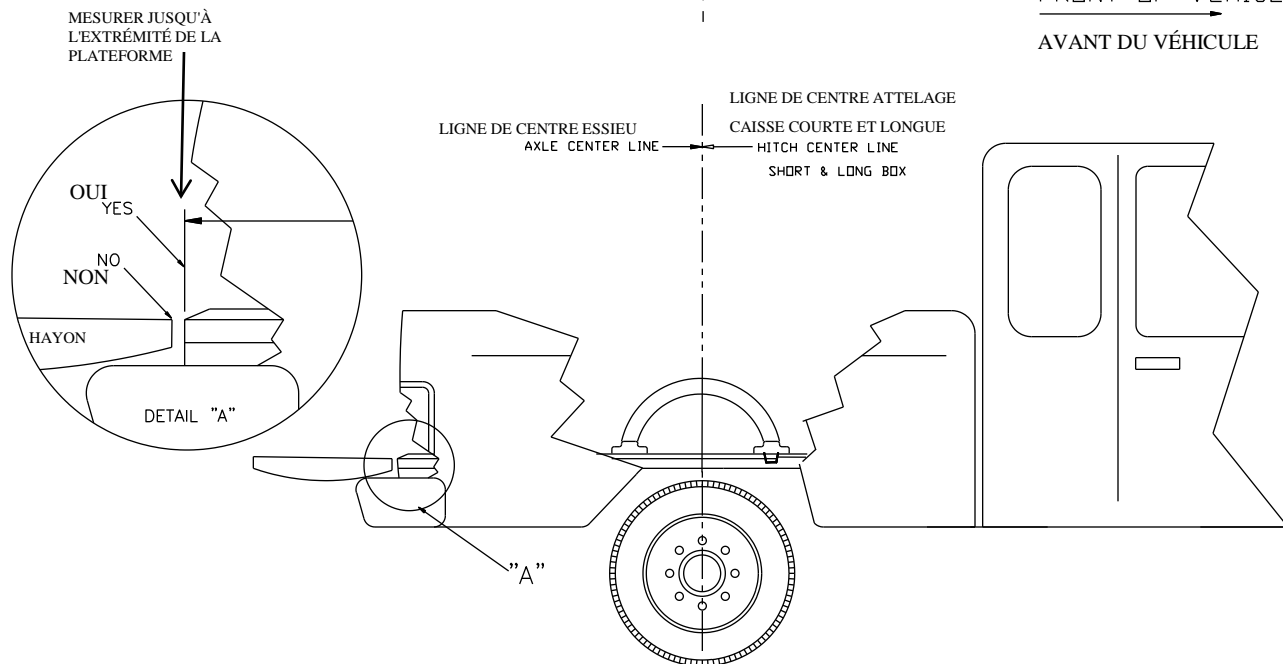

Figure 2
5. Placer une traverse de montage sur la plateforme du véhicule. Centrer la traverse sur le plancher de la camionnette et mesurer la distance entre la traverse et le bord arrière de la caisse de la camionnette, comme illustré à la page 2, Figure 2.
6. Utiliser un pointeau pour marquer les trous dans la traverse, comme illustré. Utiliser le premier trou depuis l'extérieur, comme illustré à la Figure 2. Écarter la traverse et percer chaque marque à l'aide d'une mèche 1/8 po.
12. Utiliser un pointeau pour marquer les trous dans la traverse avant, comme illustré. Utiliser les trous extérieurs, comme illustré à la Figure 2. Écarter la traverse et percer chaque marque à l'aide d'une mèche 1/8 po. Vérifier que les trous 1/8 po percés s'alignent sur les fentes des supports de cadre. Si ce n'est pas le cas, repositionner les trous 1/8 po.
15. Utiliser un pointeau pour marquer les trous situés au centre de la traverse, comme illustré dans la fig. 2. Percer chaque marque à l'aide d'une mèche 9/16 po. Les boulons de carrosserie 1/2 x 2 po seront insérés vers le bas à travers la traverse et la plateforme. Installer les blocs en « U » de 5/16 po d'épaisseur (fournis), les rondelles dentelées de 1/2 po, et les écrous sur les boulons. Serrer les écrous à la main.